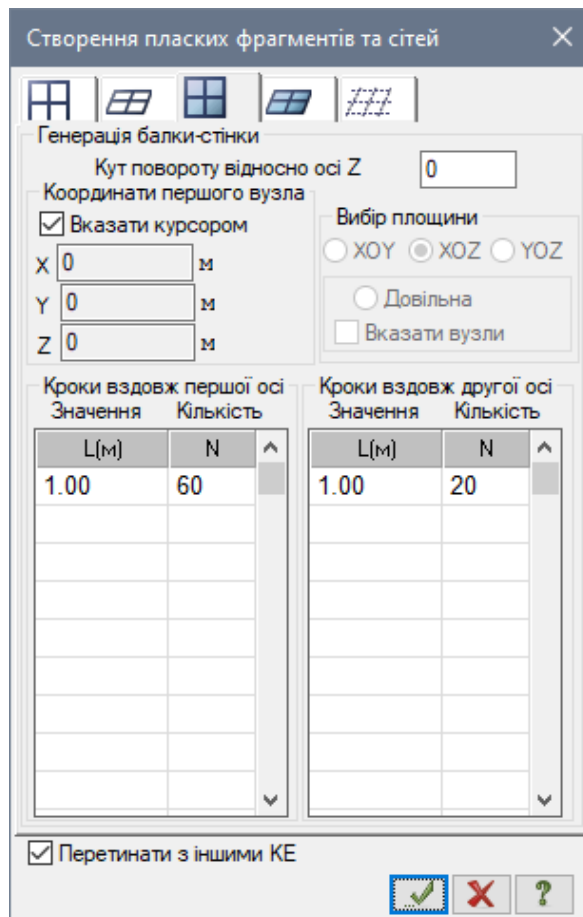

Рис. 10.3. Діалогове вікно **Створення плоских фрагментів та сітей**
- Решта параметрів приймаються за умовчанням (рис. 10.3).